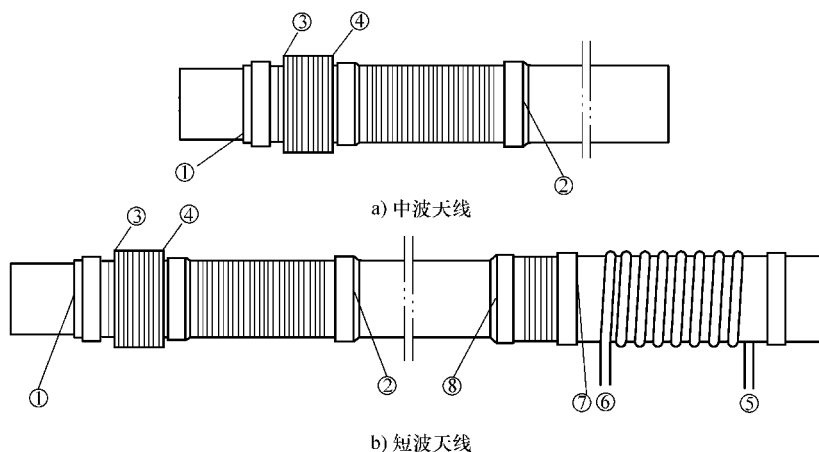

图 1-93 中波线圈和短波线圈
③ 中、短波线圈在磁棒上的位置。一般是将线圈的中心对正离磁棒一端约为磁棒全长 (L) 的 $1/4$ 处,如图 1-93 所示,然后在调整收音机时再稍微向左右移动,使收音机音量最大。调整时不应直接用手去调,最好用绝缘良好的无感塑料小棒去调,人体的感应很大,会影响调整。